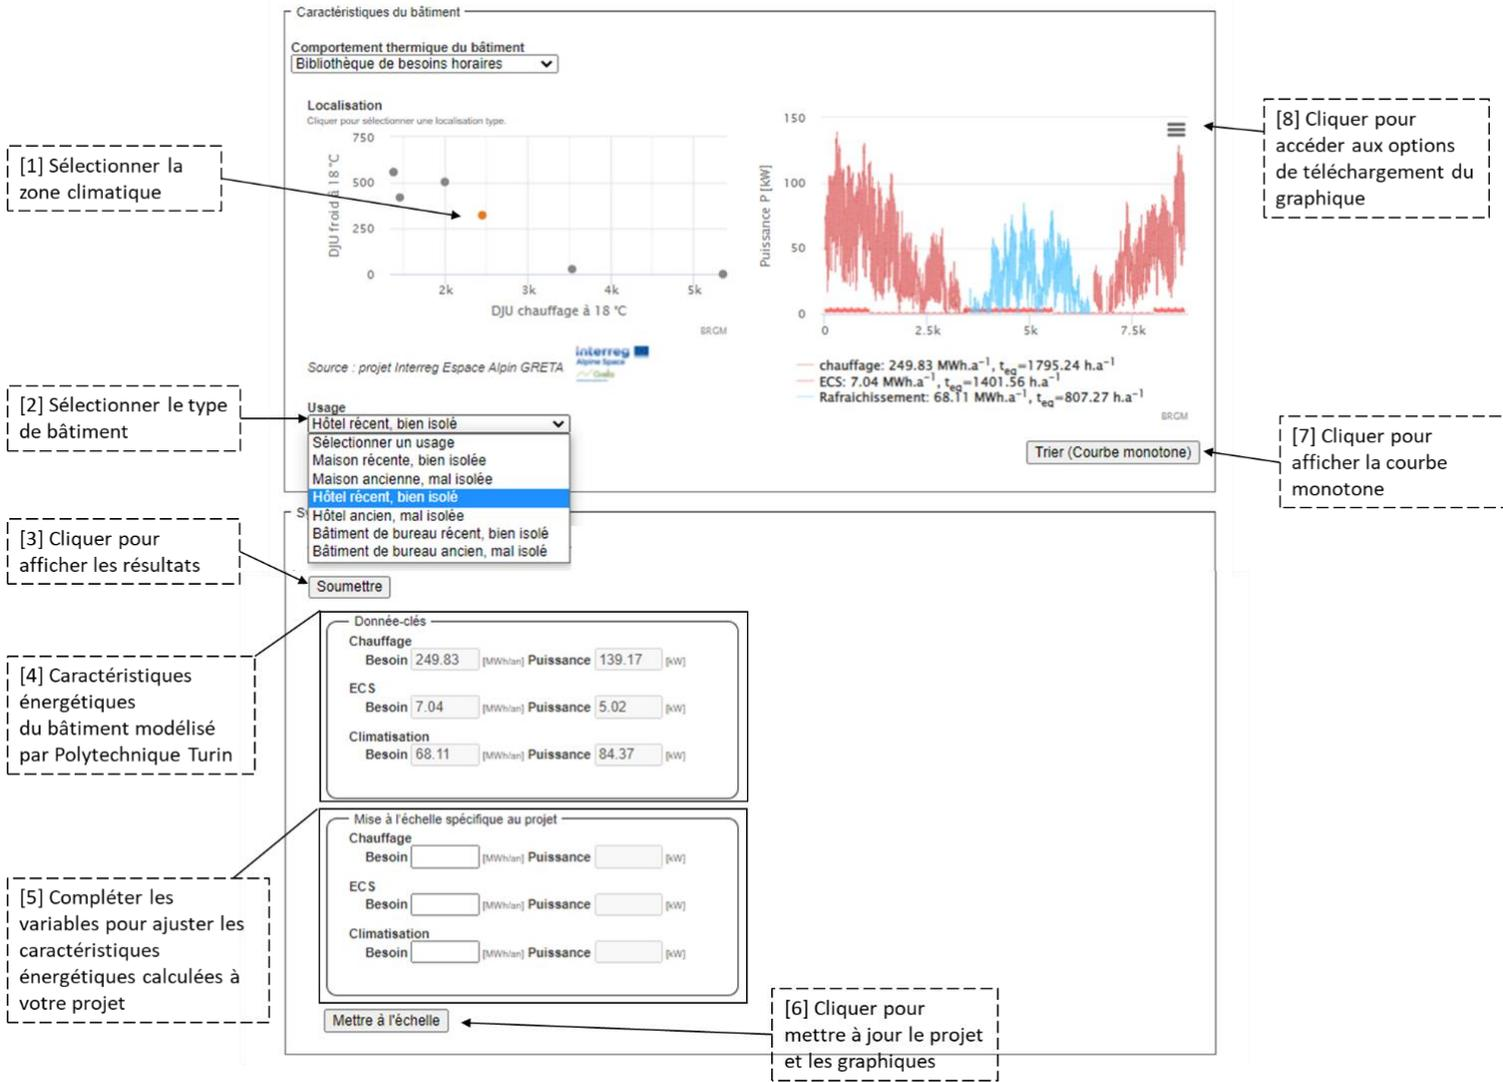

Figure 13 : Bibliothèque de besoins horaires
**Localisation** : pour charger les données, choisissez la zone climatique qui représente au mieux la localisation de votre bâtiment ([1] Figure 13). Pour chaque zone, la température moyenne annuelle ainsi que les DJU de chauffage et de froid à 18°C sont affichés en passant la souris sur le point représentant la zone. Une fois la zone climatique sélectionnée le point apparaît en orange sur le graphique.
**Usage** : renseigner le type de bâtiment que vous voulez modéliser ([2] Figure 13), Cliquer sur « **Soumettre** » pour afficher les résultats [3] sur la Figure 13.
**Données clés** : des nouvelles fenêtres apparaissent dans l'outil ([4] Figure 13) et présentent les caractéristiques énergétiques du bâtiment modélisé par Polytechnique Turin à partir des choix effectués précédemment.
**Mise à l'échelle spécifique au projet** : il est possible de mettre à l'échelle les données présentées dans le projet de manière à les adapter à votre projet. Pour cela vous pouvez renseigner les consommations énergétiques du bâtiment en fonction du type d'utilisation ([5] Figure 13). Une fois les modifications effectuées pensez à cliquer sur **Mettre à l'échelle** ([6] Figure 13) pour ajouter vos valeurs au projet et modifier les graphiques.
A la suite du choix du bâtiment et après mise à l'échelle, deux graphiques peuvent être affichés : la courbe des besoins thermiques du bâtiment heure par heure et la courbe monotone ([7] Figure 13). Ces deux courbes peuvent être téléchargées en cliquant sur les trois traits en haut à droite du graphique ([8] Figure 13).